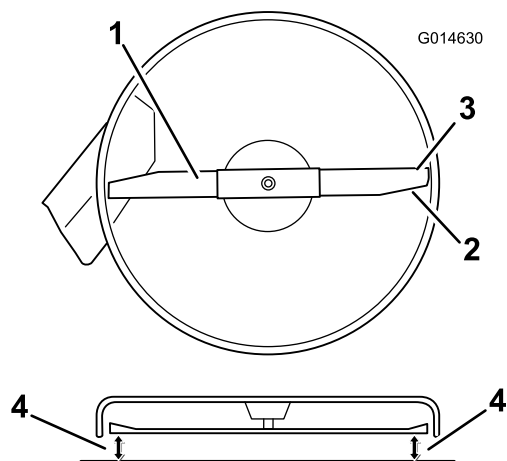

Figure 50
4. Faites pivoter les lames avec précaution pour qu'elles soient toutes parallèles (Figure 50).
- Mesurez la distance entre les tranchants extérieurs et le sol plat (Figure 50). Si les deux mesures diffèrent de plus de 5 mm, un réglage s'impose. Poursuivez la procédure.